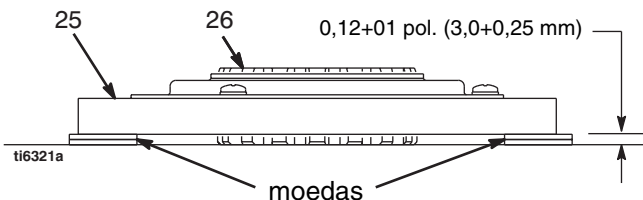

FIG. 8
1. FIG. 8. Coloque dois conjuntos de duas moedas numa superfície lisa da bancada.
2. Coloque o induzido (25) sobre os conjuntos.
3. Prima o centro do cubo (26) sobre a superfície do banco.